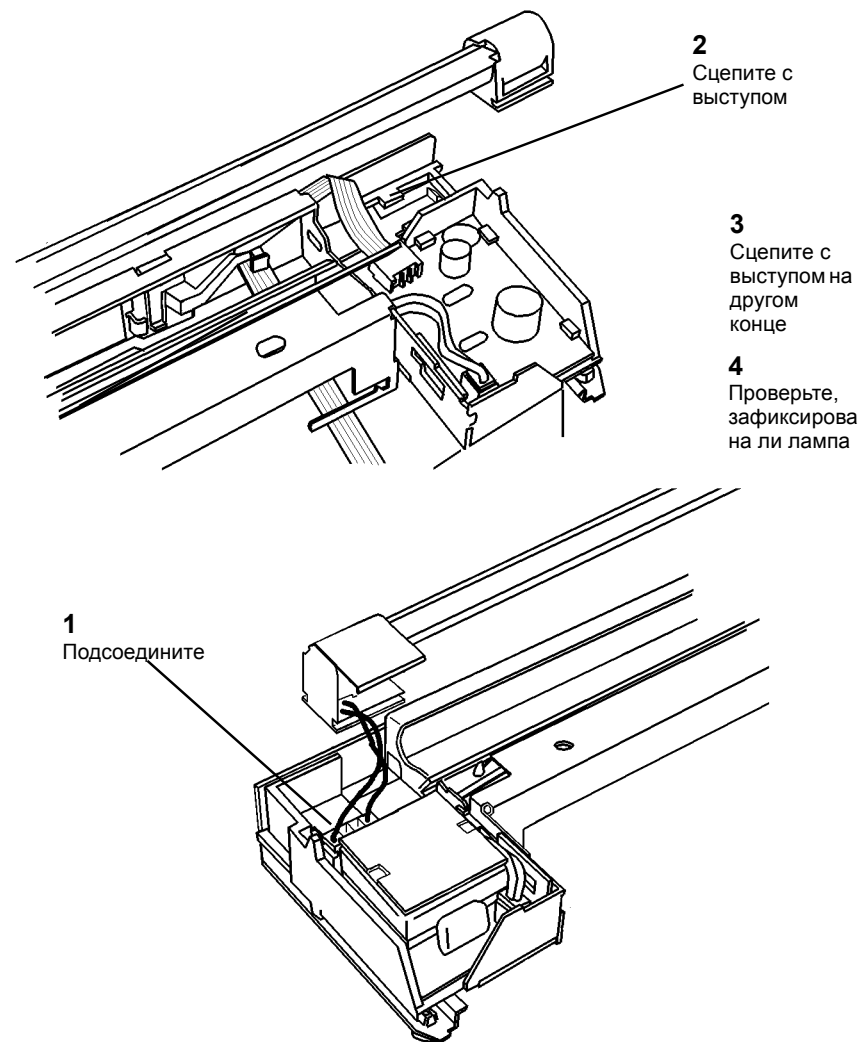

Рисунок 5 Установка лампы
1. Установите лампу (Рисунок 5).